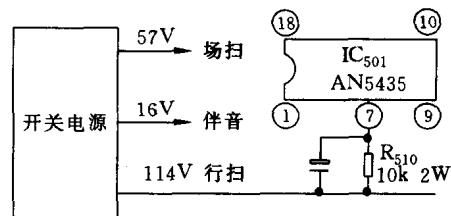

图 1-3-1 开关电源输出的各级电压
〔分析与检查〕 首先用万用表测量开关电源输出的各级电压：114V 端为 110V, 57V 端为 33V, 16V 端为 7.7V(见图 1-3-1)，可见各组输出电压均偏低，该机为 M11 机芯，其开关电源与行扫描电路存在有互相牵制的连带关系。开机有“嘟嘟”叫声，说明开关电源振荡频率与行频频率不同步，也即没有行频脉冲注入电源，造成电源输出电压偏低，所以决定检查行扫描集成电路 IC₅₀₁(AN5435)。首先测量 IC₅₀₁ 供电端⑦脚电压为 0V(正常值为 9.5V)，直观手摸供电电阻 R₅₁₀(10kΩ, 2W)并无热感，说明流经其电流很小或无电流流过，由此判断电阻 R₅₁₀ 已损坏，焊下检查已开路。